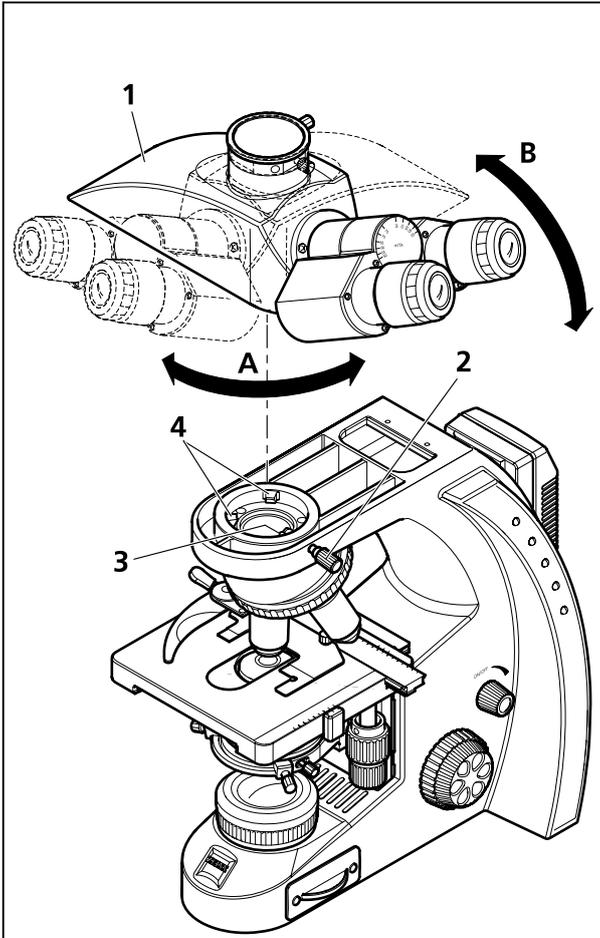

Bild 11 Tubus wechseln
- Klemmschraube (Bild 11/2) lösen, vorhandenen Tubus (Bild 11/1) um ca. 90° nach rechts drehen (Bild 11/A) und auf der rechten Seite nach oben abnehmen (Bild 11/B).
- Den zu montierenden Tubus (die Okulare zeigen nach rechts) mit dessen Ringschwalbe leicht schräg unter die beiden Halteelemente (Bild 11/4) in das Stativ einsetzen.
- Dann den Tubus waagrecht auf das Stativ aufsetzen. Dabei muss sich die Nut an der Unterseite des Tubus über dem dritten Halteelement (Bild 11/3) des Stativs befinden.
- Tubus um 45° nach links drehen (Okulare zeigen nach vorn), am Stativ ausrichten und Klemmschraube (Bild 11/2) festziehen.